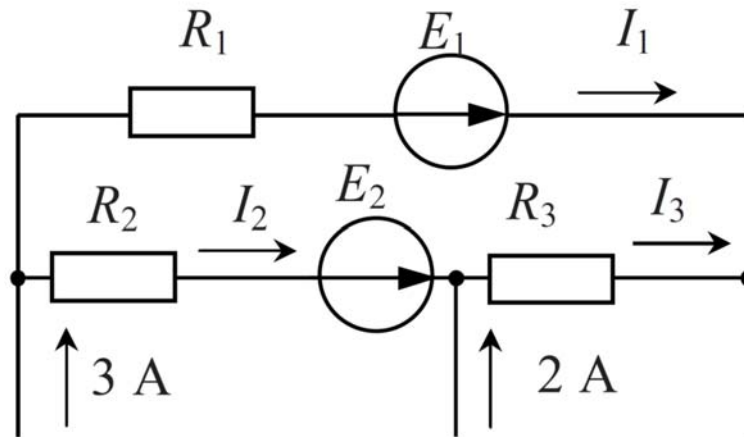

Рис. 13
2.3 Найти токи в цепи, схема которой приведена на рис. 13, если дано: